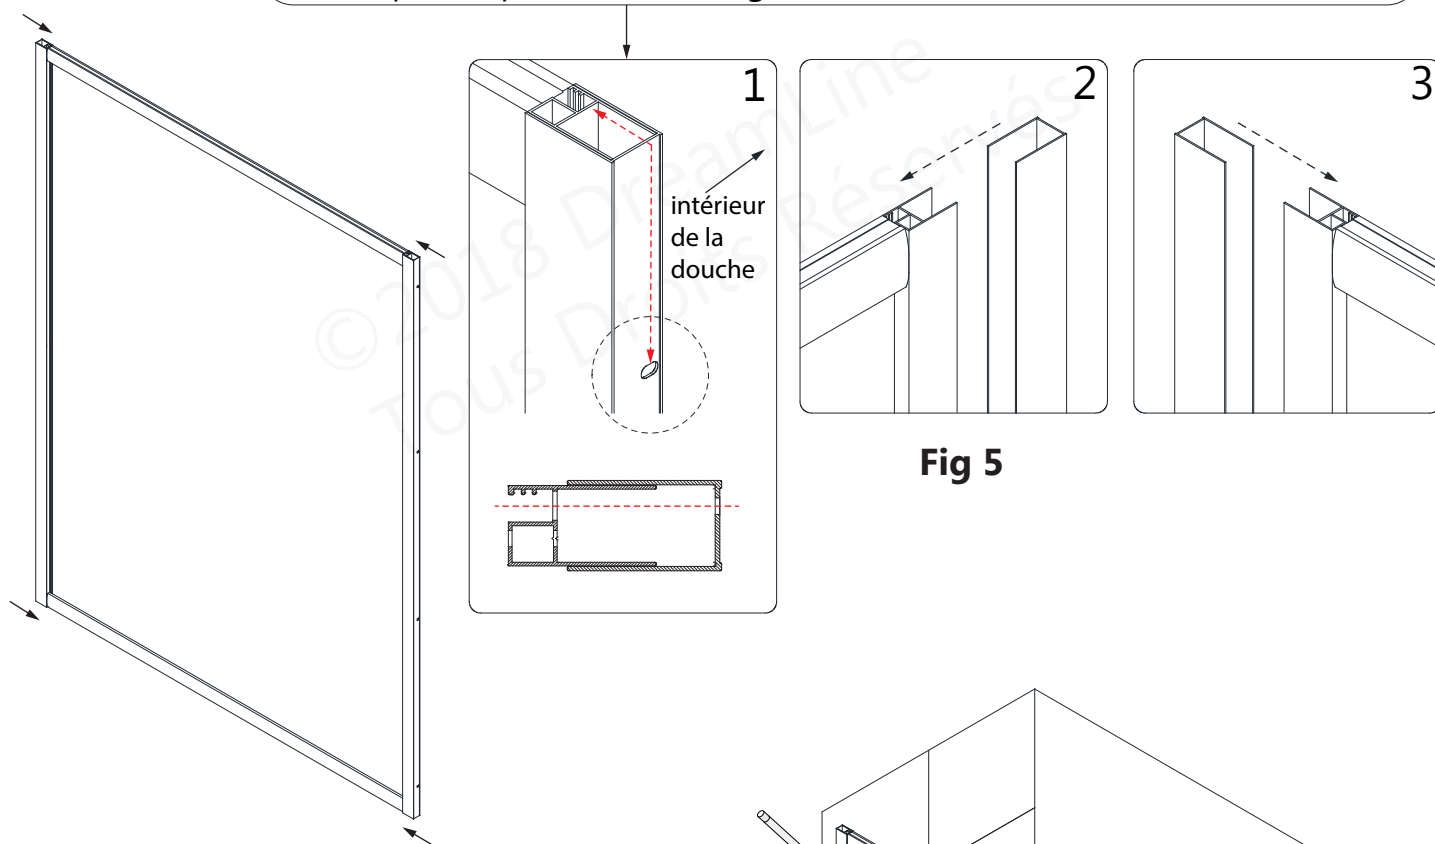

Fig 5
5. Faites glisser les **Profils Muraux (N° 02)** complètement sur les **Profils pour Vitre (N° 01)** des deux côtés. (Fig 5)